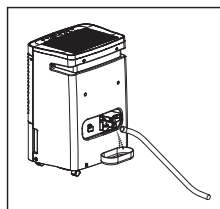

fig. 6
- f. Lorsque vous souhaitez retirer le tuyau flexible, préparez un plateau égouttoir (non fourni) pour recueillir l'eau de l'embout. (Fig. 6)